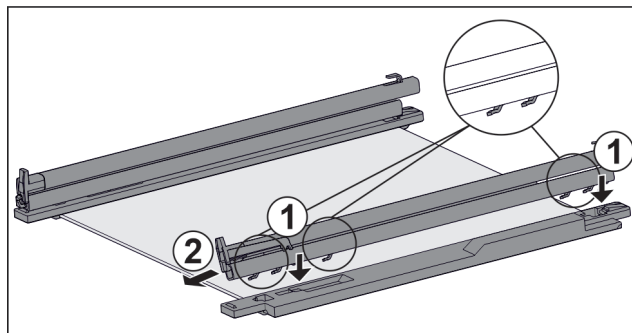

Fig. 63 Skleněná deska s kolejničkami a přídržnými díly
- Nasad'te háčky kolejničky na otvory **levého** přídržného dílu. Fig. 63 (1)
- Vytáhněte kolejničku dopředu. Fig. 63 (2)
- Nasad'te háčky kolejničky na otvory **pravého** přídržného dílu. Fig. 63 (1)